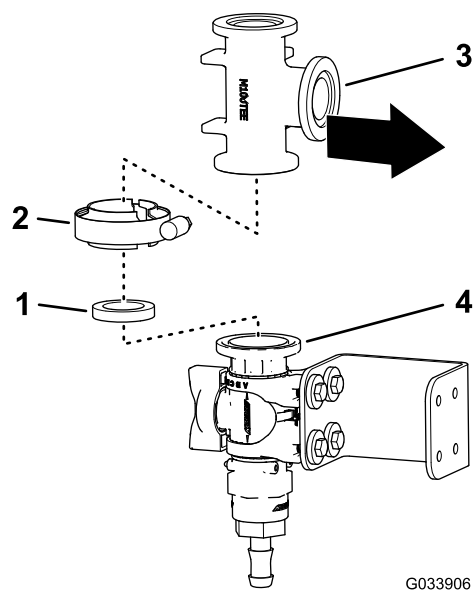
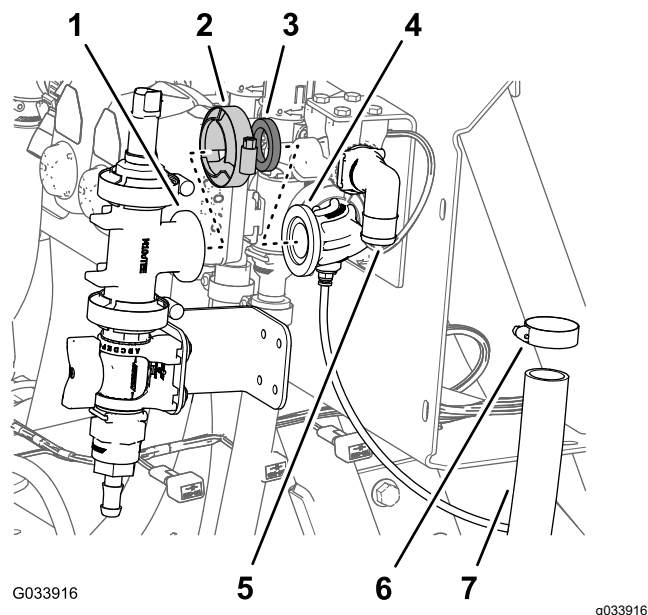
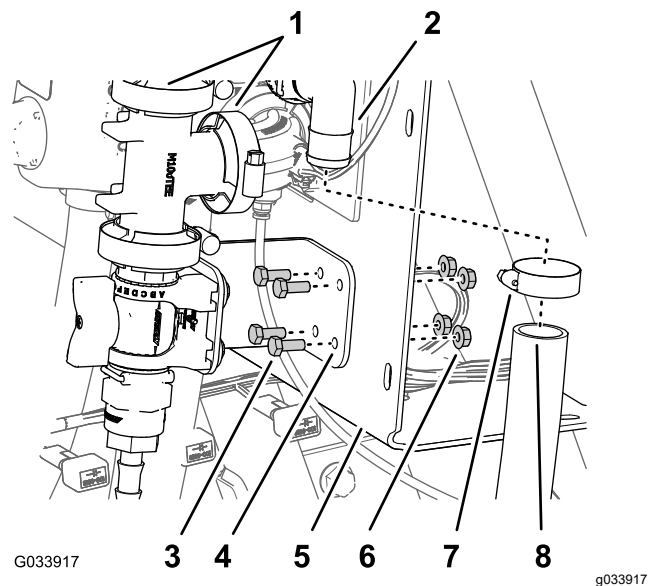

Figure 29
Figure 31
Figure 34
4. Alignez la bride du raccord en T et la bride de la vanne de commande comme montré à la Figure 29.
5. Fixez légèrement le raccord en T sur la vanne de commande avec un joint et un collier à bride (Figure 29).
2. Fixez légèrement le raccord en T et le raccord à 90° avec un joint et un collier à bride (Figure 31).
1. Alignez la bride du raccord en T et la bride du raccord à 90°, comme montré à la Figure 31.
4. Retirez le collier, le joint, et le raccord en T avec la bride du raccord à 90° doté d'un connecteur pour le tube de détection (Figure 31).
1. Alignez la bride du raccord en T et la bride du raccord à 90°, comme montré à la Figure 34.
2. Fixez légèrement le raccord en T et le raccord à 90° avec un joint et un collier à bride (Figure 34).
4. Serrez à la main le collier à bride qui fixe la vanne de commande et le raccord en T (Figure 29), et le collier à bride qui fixe le raccord en T au raccord à 90° doté d'un connecteur pour le tube de détection (Figure 31 et Figure 34).